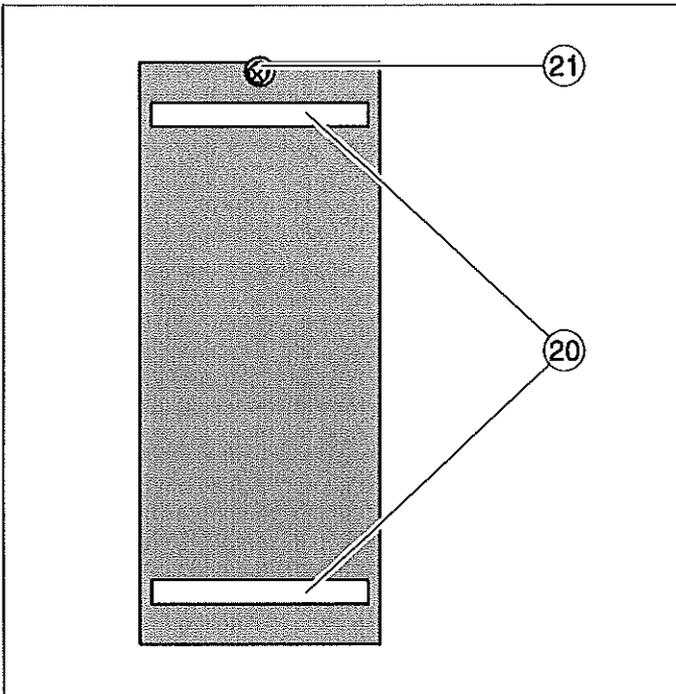

Fig. 3
2.3 Corps pour l'étude de la chute libre avec VidéoCom (337 472), voir fig. 3
- ⑳ 2 bandes de feuille réflectrice à une distance de 200 mm ± 0,2 mm